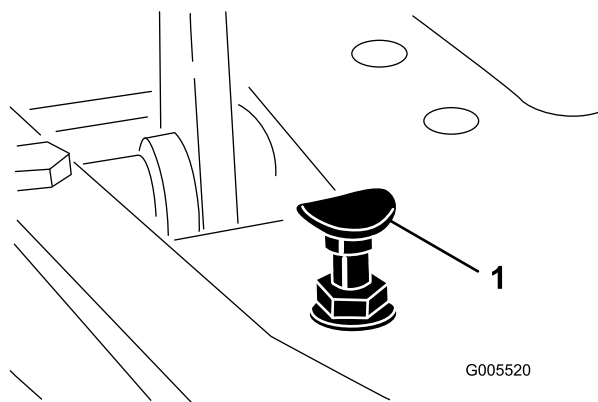

Bild 47
Stellen Sie den Funktionsschalthebel in die TRANSPORT-Stellung und treten Sie auf das Fahrpedal, um die maximale Transportgeschwindigkeit zu erreichen. Wenn das Pedal den Anschlag erreicht (Bild 47), bevor das Kabel gespannt ist, führen Sie folgende Einstellungsschritte aus:
1. Stellen Sie den Funktionsschalthebel in die TRANSPORT-Stellung, lösen Sie die Sicherungsmutter, mit der der Pedalanschlag an der Bodenplatte befestigt ist (Bild 47).